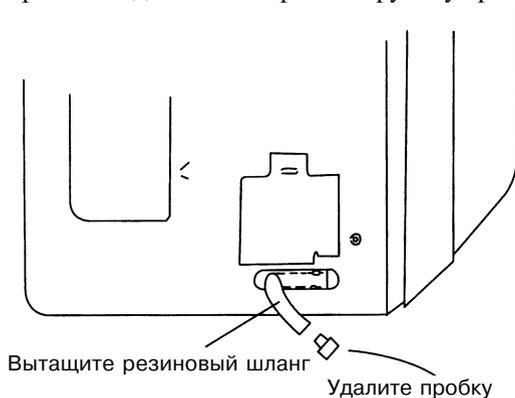

Рис. 15
5. Полная остановка кондиционера при нормальной подаче электропитания может быть вызвана срабатыванием внутреннего защитного устройства, препятствующего вытеканию воды. Перед обращением в сервисный центр попытайтесь слить воду из блока, удалив пробку (рис. 15). В случае если проблема остается, отправьте Ваш кондиционер в сервисный центр для обслуживания техническими специалистами.